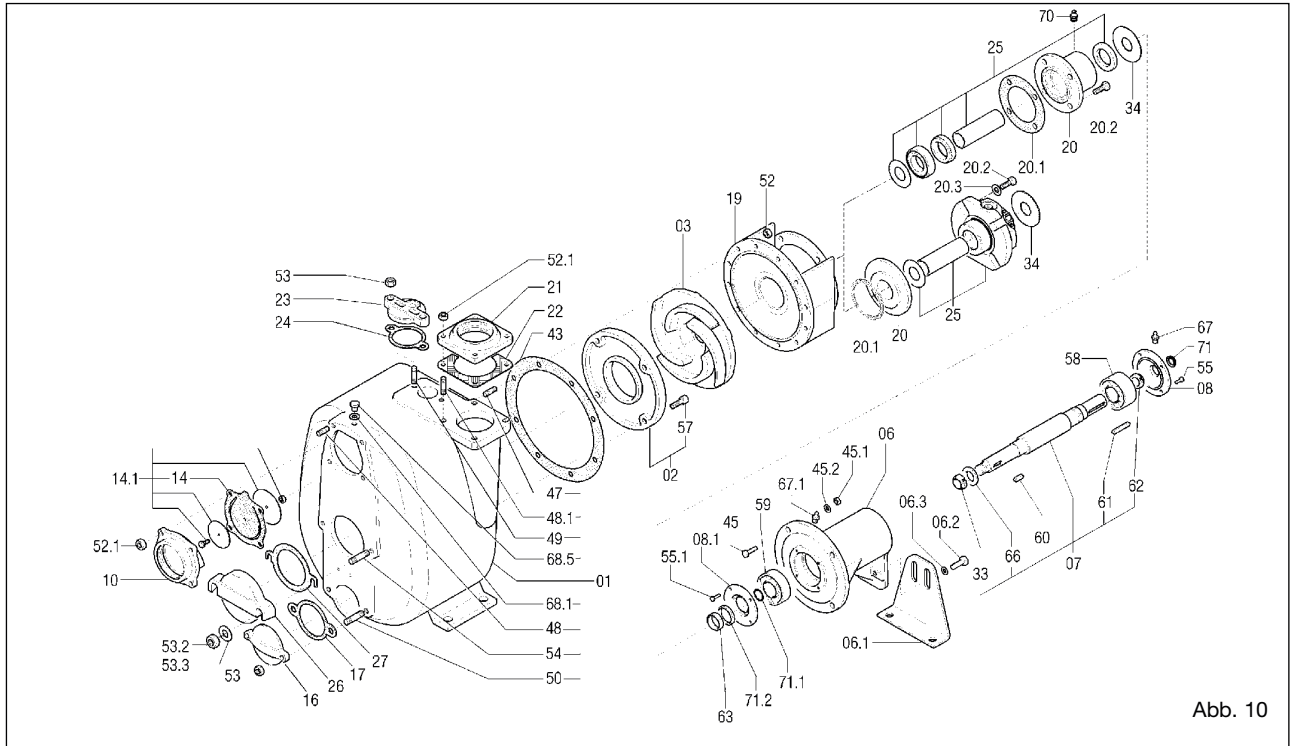

Abb. 10
Die Ansaugleitung muss einen Durchmesser aufweisen, der dem Durchmesser des Ansaugstutzens der Pumpe entspricht (für größere Durchmesser Varisco konsultieren). Falls möglich Kurven, Kniestücke oder Drosselungen vermeiden, die den Zufluss der Flüssigkeit zur Pumpe behindern können. kein Bodenventil montieren: Die Pumpe weist ein integriertes Rückschlagventil (14) (Abb. 10) auf. Die Pumpe so nahe wie möglich an der zu pumpenden Flüssigkeit installieren und wo möglich versuchen, die Länge der Ansaugleitung zu reduzieren. Die Anschlüsse der Ansaugleitungen müssen vollkommen luftdicht sein. Die Gewinde, die Dichtung der Flansche, die Schnellkupplungen usw. kontrollieren.
Hier ein Beispiel einer Explosionszeichnung (Abb. 10).
13.2 Ersetzung des Laufrades (Abb. 10)
- Die Muttern (52) lösen und den Pumpenkörper entfernen; dabei darauf achten, dass die Dichtung (43) nicht beschädigt wird.
- Das Laufrad (03) Blockieren und die selbstblockierende Mutter (33) abschrauben.
- gegebenenfalls die Dichtung (43) ersetzen.
13.3 Ersetzung des Verschleißtellers (Abb. 10)
- Die Muttern (52) lösen und den Pumpenkörper entfernen; dabei darauf achten, dass die Dichtung (43) nicht beschädigt wird;
- Die Innensechskantschrauben (57) lösen
- Den Verschleißteller (02) ausbauen und ersetzen
- Gegebenenfalls die Dichtung (43) ersetzen
13.4 Ersetzung des Ventils (Abb. 10)
13.5 Ersetzung der Dichtung vom Typ 1 - 2 - 3 (Bezug Abb. 10,11 und 12)
- die Muttern (52) lösen und den Pumpenkörper entfernen; dabei darauf achten, dass die Dichtung (43) nicht beschädigt wird.
- das Laufrad (03) blockieren und die selbstblockierende Mutter (33) entfernen.
- die Motorhalterung (19) herausnehmen. Zusammen wird automatisch auch der rotierende Teil der Dichtung (40) herausgenommen, der auf dem Distanzstück (31) montiert ist
- den Gegenflansch (39) mit der entsprechenden Dichtung (38) von der Motorhalterung abnehmen
- die Ölwanne (41) abbauen
- die Dichtung (40) und das Distanzstück (31) einölen und die Dichtung auf einer Seite des Distanzstückes aufsetzen.
- den Halterungsring der Dichtung (25.1) einsetzen. Den letzteren vorschieben, bis die Feder (60) wieder angebracht werden kann.
- das Laufrad (03) und die Scheibe (66) wieder anbringen und die Mutter (33) anziehen;
- die Dichtung des Körpers (43) wieder anbringen und beide Teile einfetten.
13.6 Ersetzung der Dichtungen vom Typ 4 - 5 (Bezug Abb. 10, 13, 14, 15 und 16)
- Die Muttern (52) (Abb. 10) lösen und den Pumpenkörper entfernen; dabei darauf achten, dass die Dichtung (43) nicht beschädigt wird.
- Den Laufrad (03) blockieren und die selbstblockierende Mutter (33) abschrauben.
Dazu müssen die Abmessungen A und B der Abbildungen 17, 18, 20 und 21 möglichst gleich sein. Dazu werden die Kompensationsringe (25.2) (Abb. 11) verwendet, die mit der Ersatzdichtung geliefert werden. Diese Ringe dienen dazu, das Laufrad nach vorne zu schieben, wenn er sich zu weit vom vorderen Verschleißteller entfernt oder zu nahe am hinteren (falls vorgesehen) befindet. Die Kompensationsringe werden zwischen den Halterungsringen der Dichtung (25.1) (Abb. 11) und das Laufrad montiert. Weitere Anpassungen können mit den Dichtungen zwischen Körper und hinterem Teller vorgenommen werden. Das Zwischenlegen der Dichtung (43) (Abb. 10) mit einer Stärke von 0,5 mm bewirkt den erforderlichen Abstand (Abb. 19).
13.8 Wartung der Lager (Abb. 10)